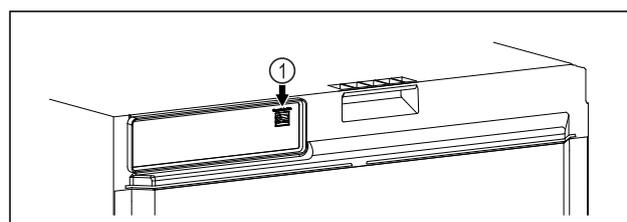

Fig. 100
- El SmartModule Fig. 100 (1) está colocado.